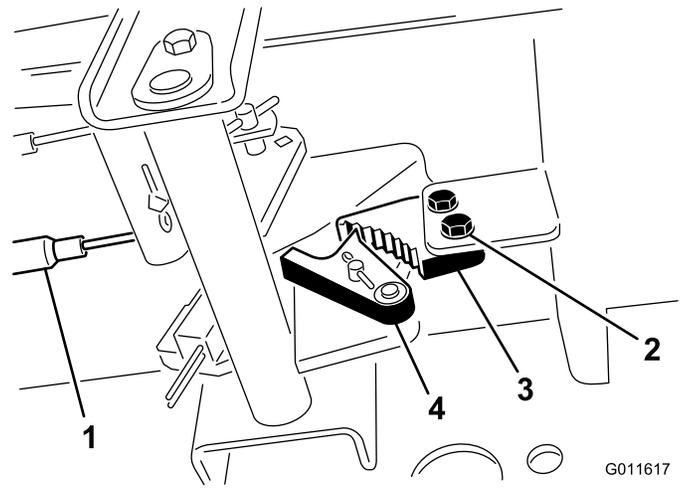

Figura 145
3. Pise el pedal del freno de estacionamiento hacia adelante hasta que la uña se engancha a fondo en el trinquete del freno (**Figura 145**).
2. Afloje los 2 tornillos que fijan el trinquete del freno de estacionamiento al bastidor (**Figura 145**).